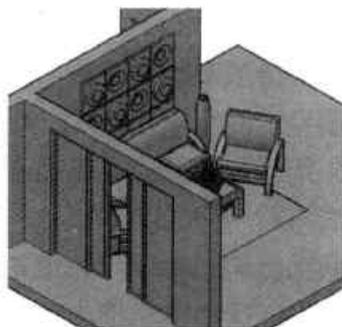

图11-16 客厅东南视图
- 东南等轴测 \searrow ：该视点是从东南方向以等轴测方式查看模型，如图11-16所示。